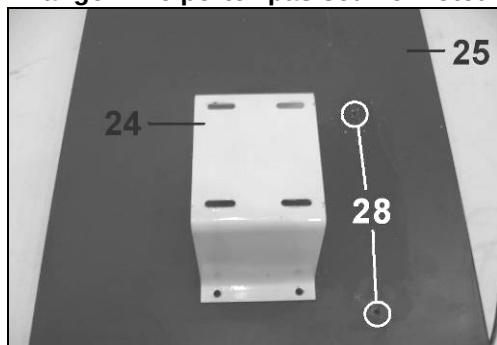
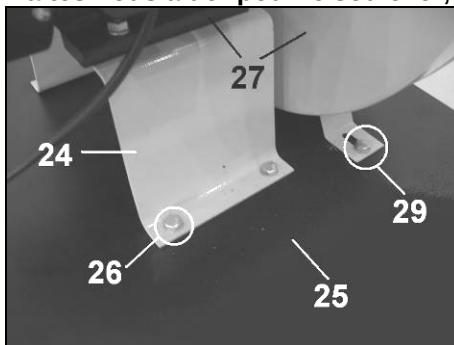

Fig 10
Fig 11
- Placez le support du moteur (24) sur le plateau (25) (Fig 10) et vissez-le directement dans le plateau avec les 4 vis hexagonales et les rondelles (26) (Fig 11).
- Avec l'aide d'une tierce personne, placez l'ensemble ventilateur/moteur (27) sur le plateau (25): le moteur doit reposer sur le support (24) et les pattes de fixation du ventilateur doivent être positionnées sur les 2 trous (28) (Fig 10).